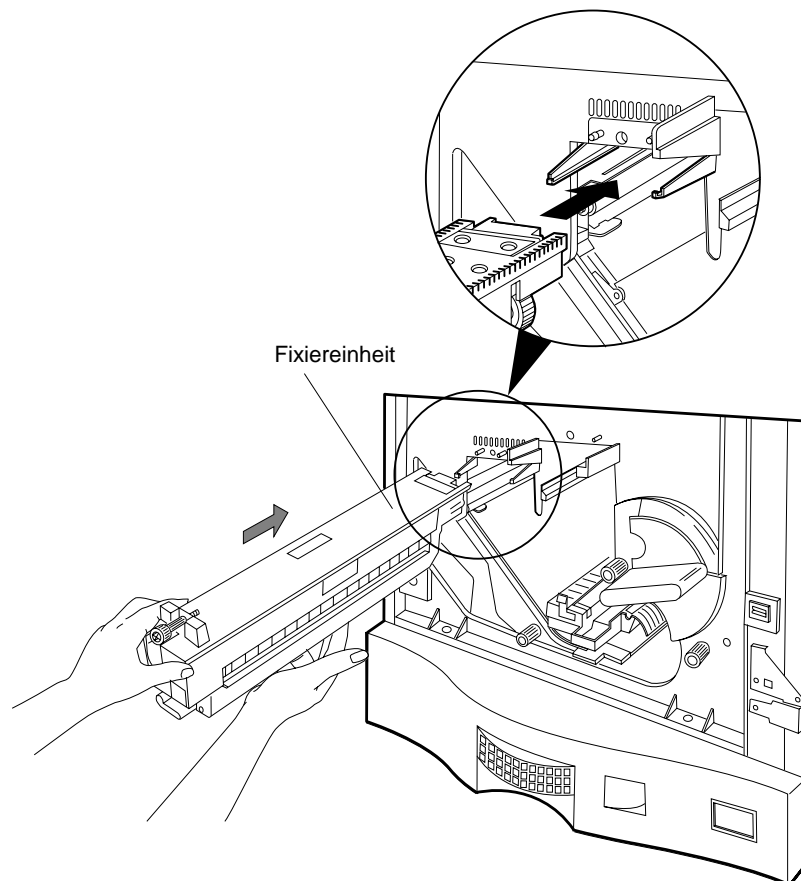

Abbildung 4-36 Installieren der Fixiereinheit
2. Richten Sie die Führungskante der Fixiereinheit an den entsprechenden Führungen aus, und drücken Sie die Fixiereinheit bis zum Anschlag in den Drucker, wie in Abbildung 4-36 gezeigt.